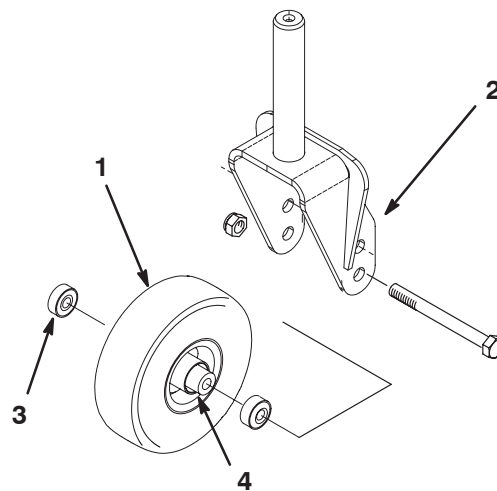

Bild 31
1. Nehmen Sie die Sicherungsmutter von der Kopfschraube ab, die die Laufradgruppe zwischen der Laufradgabel hält (Bild 31). Halten Sie das Laufrad fest und schieben die Kopfschraube aus der Gabel oder vom Gelenkarm ab.
2. Entfernen Sie das Lager aus der Radnabe und lassen Sie das Lagerdistanzstück herausfallen (Bild 31). Entfernen Sie das Lager aus der gegenüberliegenden Seite der Radnabe.